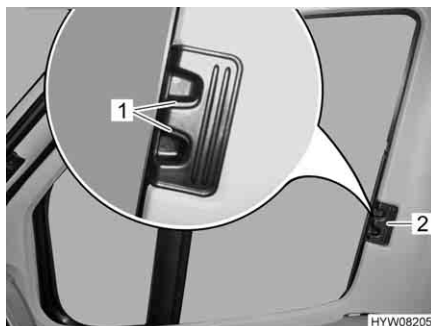

Fig. 19 Tendina oscurante pieghevole per il finestrino del conducente/passeggero
- Premere le maniglie di sbloccaggio (Fig. 19,1) e mantenerle premute.
- Con la levetta (Fig. 19,2) tirare le tendine oscuranti pieghevoli per il finestrino del guidatore e del passeggero verso l'altro lato della finestra e congiungerle alle strisce magnetiche.
- Inserire fino all'arresto le tendine oscuranti pieghevoli per il finestrino del guidatore e del passeggero per la maniglia (Fig. 19,2).
- Rilasciare le maniglie di sbloccaggio (Fig. 19,1) e mantenerle innestate.